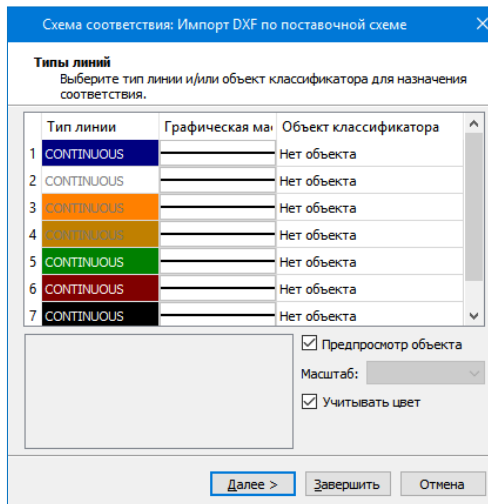

Рис. 15.4
- Для типов линий – в виде типа линии графической маски и/или линейного объекта классификатора (рис. 15.4).